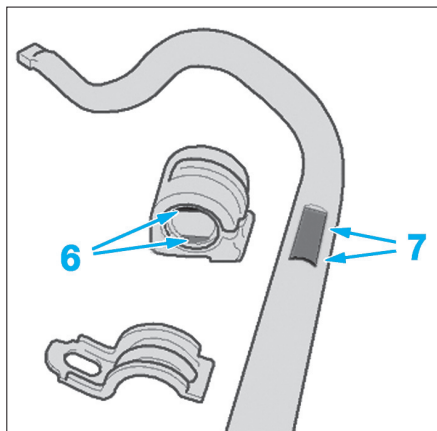

Fig. 18
- Aligner les méplats (6) des paliers élastiques avec les empreintes (7) de la barre stabilisatrice (Fig.18).